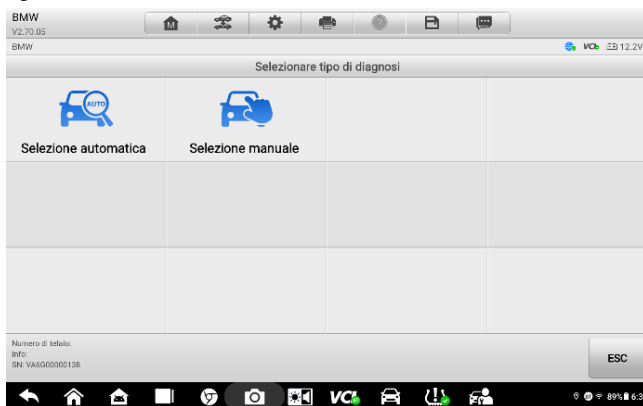

Figura 5-8 Schermata di selezione nel TPMS
3. Nella schermata di selezione del tipo di diagnosi, toccare "**Selezione manuale**" (Figura 5-8).